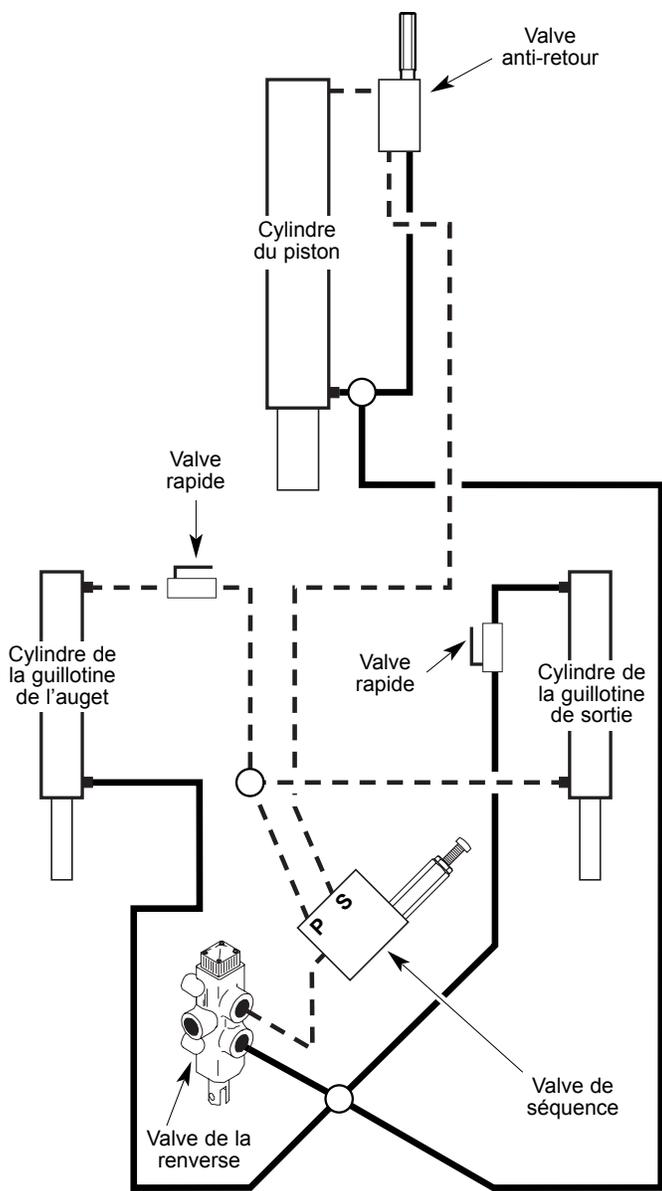

fig. 6
- Le haut du cylindre de la guillotine de sortie pour la fermer — fig. 6.
- Le bas du cylindre de la guillotine de l'auget pour l'ouvrir — fig. 6.
- Le port d'entrée du cycle de siphonnage de la valve anti-retour qui débloque la pression dans la partie supérieure du cylindre du piston principal lui permettant sa course remontante — fig. 6.
- Le bas du cylindre pour soulever le piston — fig. 6.
Étape 2 : Puisque le port d'entrée du cycle de siphonnage de la valve anti-retour requiert plus de pression pour débloquer que les deux cylindres de guillotine ont besoin pour faire leur course, la pression hydraulique va premièrement fermer la guillotine de sortie et ensuite ouvrir la guillotine de l'auget — fig. 6.
Étape 3 : Quand les cylindres des guillottes atteignent la fin de leur course, la pression hydraulique s'accroît et pénètre dans le port d'entrée du cycle de siphonnage de la valve anti-retour, lève la bille de contrôle et permet à l'huile contenue dans la partie supérieure du cylindre du piston de retourner dans l'unité hydraulique — fig. 6.